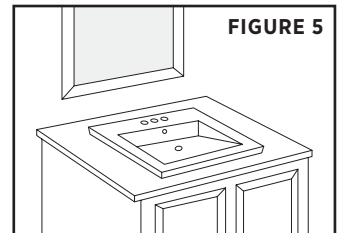

FIGURE 5
Place the drop-in sink into place. Check to make sure that the drop-in sink is positioned properly on the vanity **(FIGURE 5)**.
*Déposez le lavabo encastré dans l'ouverture. Vérifiez si le lavabo est bien centré sur le dessus du meuble et s'il y a assez d'espace pour le mettre en place **(FIGURE 5)**.*